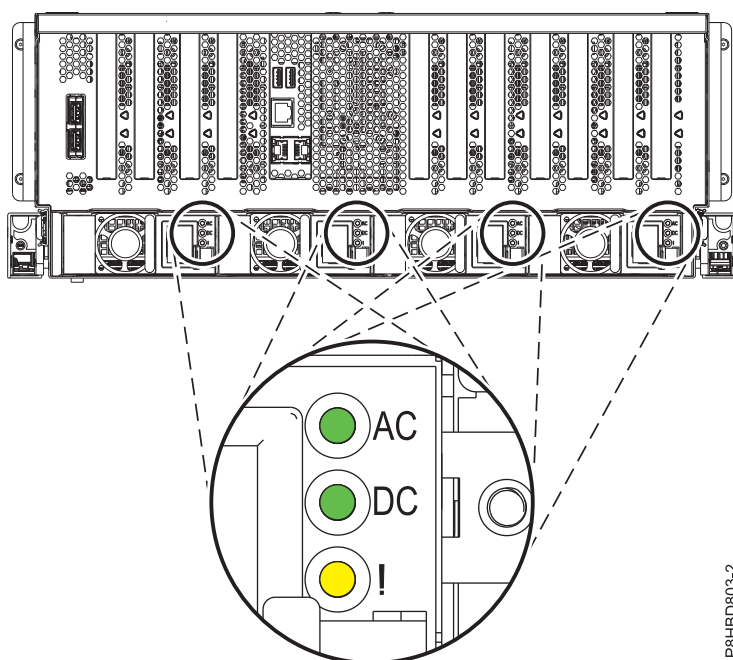

Abbildung 1. Position der Netzteile und LEDs im System vom Typ 8408-44E oder 8408-E8E
4. Suchen Sie die Leuchtdioden (LEDs) an den Netzteilen. Auf der Rückseite des Systems sind vier Netzteile installiert. Abb. 1 zeigt die Position der Netzteile in einem System vom Typ 8408-44E oder 8408-E8E und die Position der LEDs auf dem Netzteil.